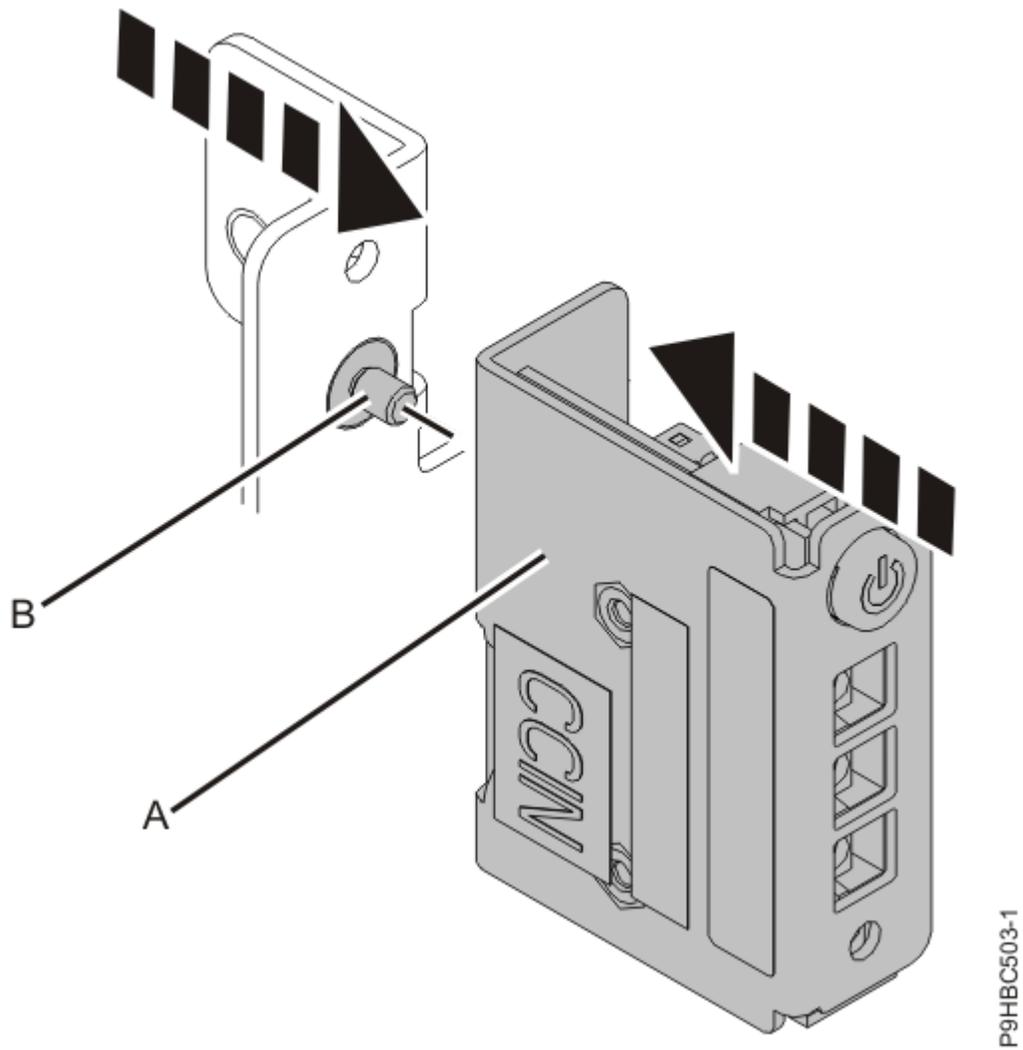

Figura 24. Sustitución del panel de control en la abrazadera para un sistema montado en bastidor
3. Para un sistema montado en bastidor, conecte el panel de control **(A)** a la abrazadera con el tornillo **(B)** tal como se muestra en la Figura 24 en la página 26.